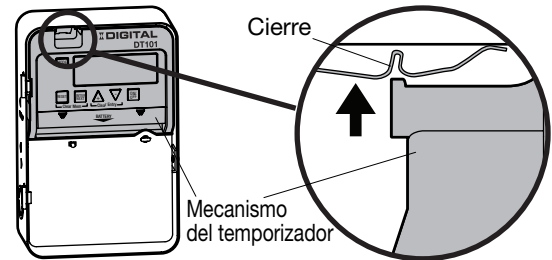

FIG. 1 Extraer el mecanismo
1. Extraiga el mecanismo de la caja accionando el cierre de la parte superior de la caja y luego extraígallo como se muestra en la FIG. 1.